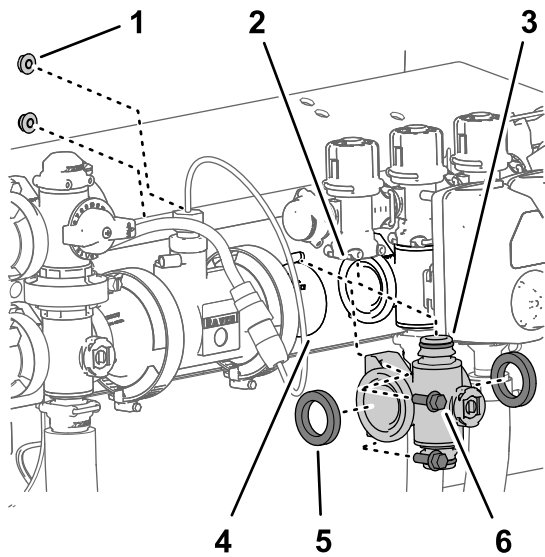

Figure 122
(1/4 po) qui fixent le collecteur au support de vanne (Figure 122).
5. Baissez le collecteur de vanne de section et les joints pour les séparer de la vanne de dérivation de section et déposez-les de la machine (Figure 122).